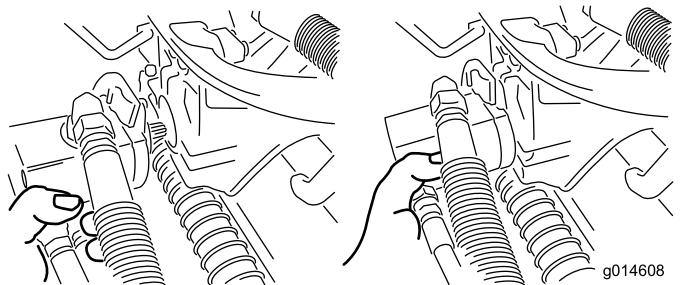

Figura 52
3. Spostate il motore in posizione di stoccaggio davanti al braccio di sospensione (Figura 52).